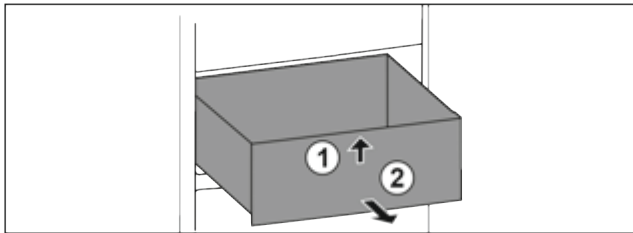

Fig. 84
- ▶ Підняти висувний ящик спереду. Fig. 84 (1)
- ▶ Вийняти висувний ящик рухом вперед. Fig. 84 (2)